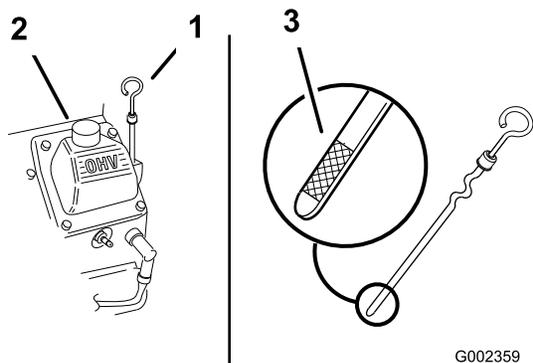

Рисунок 21
3. Очистите поверхность вокруг масломерного щупа (Рисунок 21), чтобы загрязнения не могли попасть в заливное отверстие и привести к повреждению двигателя.
4. Выверните масломерный щуп и начисто протрите его конец (Рисунок 21).
5. До упора вставьте масломерный щуп в заливную горловину, но не заворачивайте в нее (Рисунок 21).
- Медленно залейте примерно 80% указанного количества масла в заливную горловину (Рисунок 21).